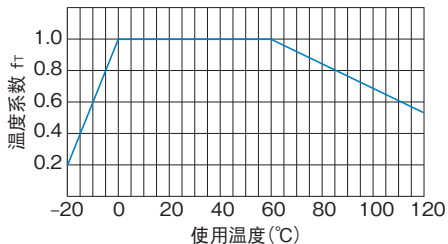

图2 温度系数
如果梯形丝杠的温度超过了常温范围, 梯形丝杠的耐焦化性和材料的强度将会下降。因此, 有必要将动态容许扭矩 (T) 和动态容许推力 (F) 乘以图2中显示的相应温度系数。
f_t : 温度系数 (参照图2)